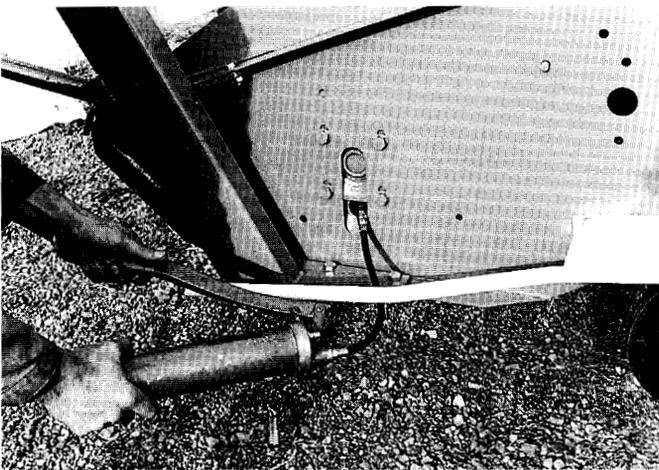

fig. 24
- Rotorlagerungen (Fig 24) (hierzu muß auf der linken Maschinenseite der Keilriemenschutz entfernt werden (SW 13),